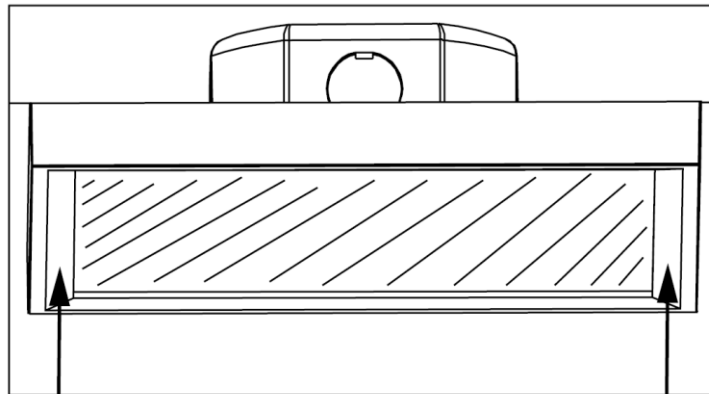

Figura 8
11. Asegure el montaje del equipo al soporte de montaje **empujando hacia arriba un lado del equipo y luego hacia el otro lado**, como se muestra en la *Figura 8*.